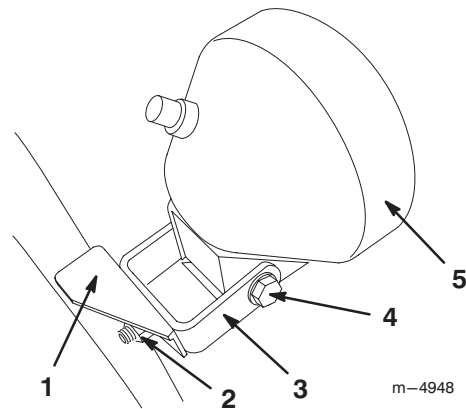

Figure 24
1. Desserrez les deux écrous de l'étrier fileté qui fixent le support du projecteur au mancheron (Fig. 24).